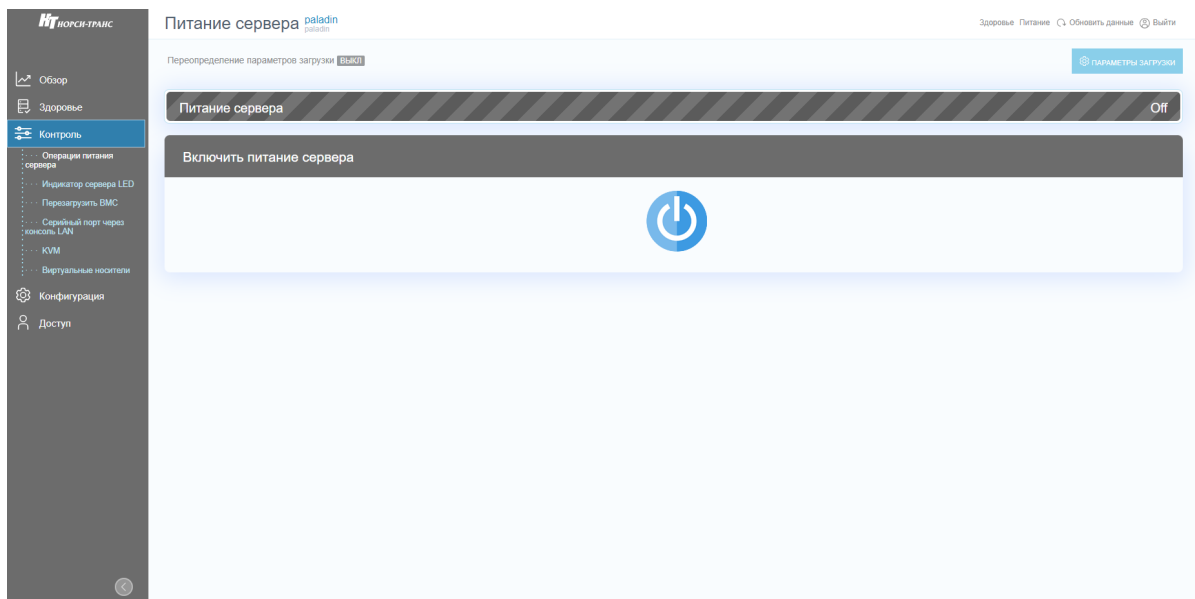

**Рис. 67. Окно «Датчики»**
- 3) Пройдите во вкладку «Здоровье» → «Датчики» в данной вкладке отображается информация по датчикам установленным в сервере. В поле «Фильтровать по строгости» произведите фильтрацию по степени серьезности события. В раскрывающемся списке выберете компонент сервера где хотите просмотреть состояния датчиков. В поле поиска произведите фильтрацию по ключевым словам датчиков. Окно показано на рис. 67 Окно «Датчики».